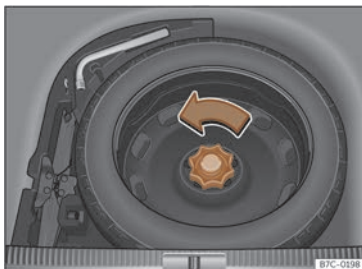

Fig. 211 En el maletero: piso de carga elevado.
- Gire la ruedecilla en sentido contrario a las agujas del reloj >>> **fig. 211**.